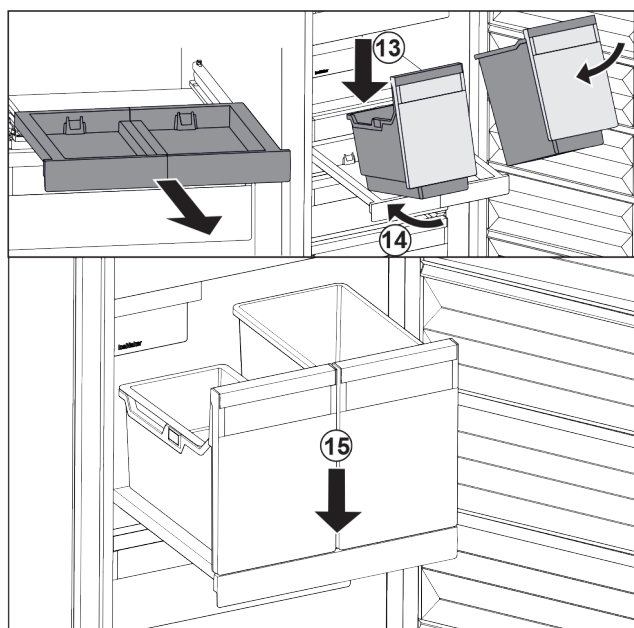

Fig. 123
- ▶ 将容器斜放在拉出式搁板上。 Fig. 123 (13)
- ▶ 将容器斜着向后推入。 Fig. 123 (14)
- ▶ 放下容器前部。 Fig. 123 (15)